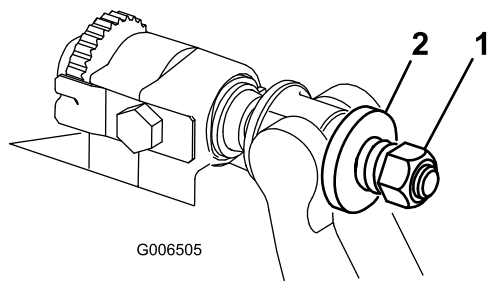

図 33
6. スプリングがつぶれるまでテンションナットを締め、そこから半回転戻す 図 33。